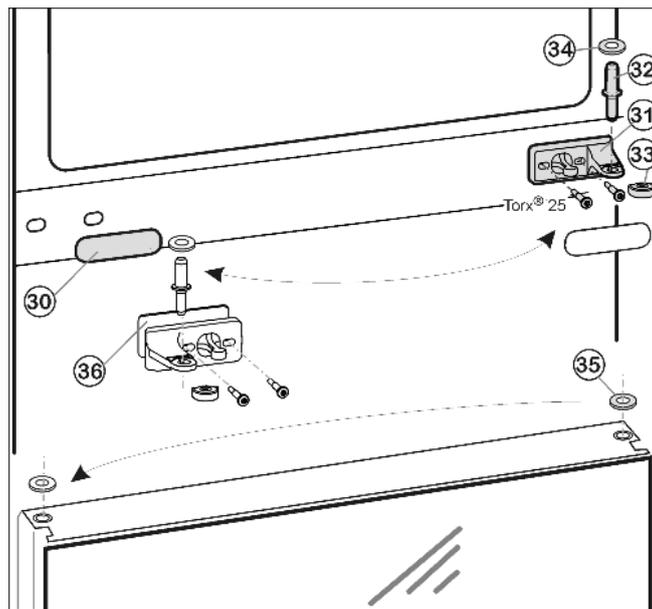
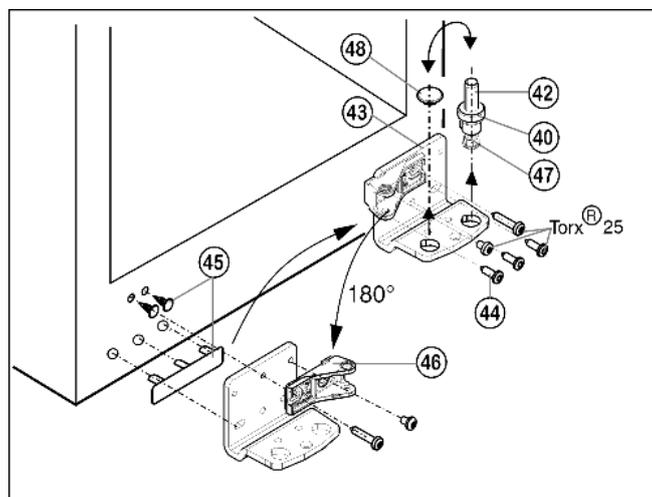

Fig. 11
Fig. 12
- ▶ Enlever le pivot central Fig. 11 (32) avec le disque Fig. 11 (34) du support d'appui et de la porte inférieure.
- ▶ Retirer le capuchon en plastique Fig. 11 (33).
- ▶ Dévisser le support d'appui Fig. 11 (31) du milieu (2 Torx® 25).
- ▶ Retirer avec précaution le Fig. 11 (30) panneau-cache.
- ▶ Visser le support d'appui du milieu Fig. 11 (31) avec le support pivoté Fig. 11 (36) de 180° sur le nouveau côté charnière (avec 4 Nm).
- ▶ Encliqueter de nouveau le panneau-cache Fig. 11 (30) tourné à 180° sur le nouveau côté poignée.
- ▶ Déplacer le disque Fig. 11 (35) sur la porte.
- ▶ Enlever complètement le pivot Fig. 12 (42) avec le disque Fig. 12 (40) et le pied réglable Fig. 12 (47) vers le haut.
- ▶ Enlever le bouchon Fig. 12 (48).
- ▶ Dévisser Fig. 12 (44) le support d'appui Fig. 12 (43).
- ▶ Soulever le cache et le bouchon côté poignée Fig. 12 (45) avec précaution et déplacer sur le côté opposé.
- ▶ Revisser à fond le support d'appui en bas Fig. 12 (43) sur le nouveau côté charnière (avec un couple de serrage de 4 Nm) avec une visseuse sans fil si nécessaire.
- ▶ Dévisser l'élément pivotant Fig. 12 (46) et revisser à fond à l'intérieur tourné de 180°, toujours visser les vis longues dans le trou longitudinal !
- ▶ Replacer le bouchon Fig. 12 (48) dans l'autre trou.
- ▶ Replacer le pivot Fig. 12 (42) avec disque et pied réglable. Faire attention à ce que les ergots d'encliquetage soient tournés vers l'arrière.
- ▶ Placer la porte par le haut sur le pivot inférieur Fig. 12 (42).
- ▶ Remettre le capuchon en plastique Fig. 11 (33) sur la charnière du milieu Fig. 11 (31).
- ▶ Placer le pivot du milieu Fig. 11 (32) sur le nouveau côté charnière à travers le support d'appui central Fig. 11 (31) dans la porte inférieure.
- ▶ Placer le disque Fig. 11 (34) sur le pivot du milieu Fig. 11 (32).
- ▶ Placer la porte supérieure sur le pivot du milieu Fig. 11 (32).
- ▶ Aligner éventuellement la porte à la carrosserie de l'appareil grâce aux trous longitudinaux dans le support d'appui du bas Fig. 12 (43) et le support d'appui du milieu Fig. 11 (31). Pour cela, dévisser la vis du milieu dans le support d'appui du bas Fig. 12 (43).